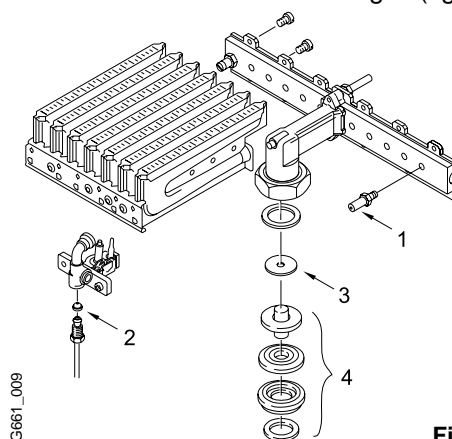

Fig. 5
- Smontare il bruciatore (fig. 5).
- Smontare i gruppi destro e sinistro del bruciatore, rimuovere gli ugelli con altri appropriati al tipo di gas (fig. 5, pos. 1).
- Sostituire l'ugello pilota (fig. 5, pos. 2).
- Sostituire la valvola modulante del gas (fig. 5, pos. 4).
- Sostituire il piattello della valvola (GPL), vedi fig. 5, pos. 3.